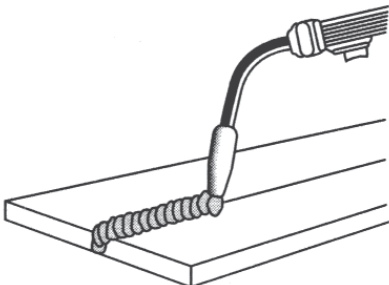

Figura 14. Posición plana
1. POSICIÓN PLANA (Figura 14) es la más fácil y la que se usa más comúnmente. Es mejor soldar en esta posición. siempre que sea posible, ya que es más fácil obtener buenos resultados con facilidad.